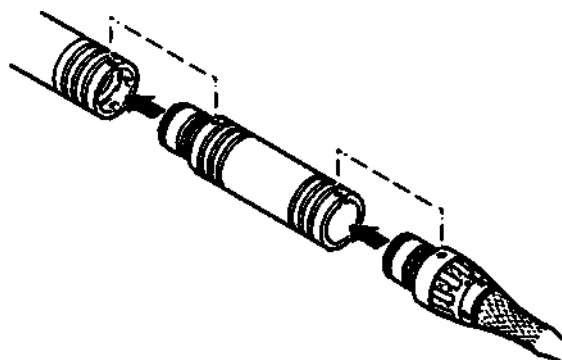

Рисунок 1 – Наденьте удлинитель на двигатель
- Совместив точки на удлинителе и двигателе, наденьте удлинитель на двигатель до щелчка (Рисунок 1).